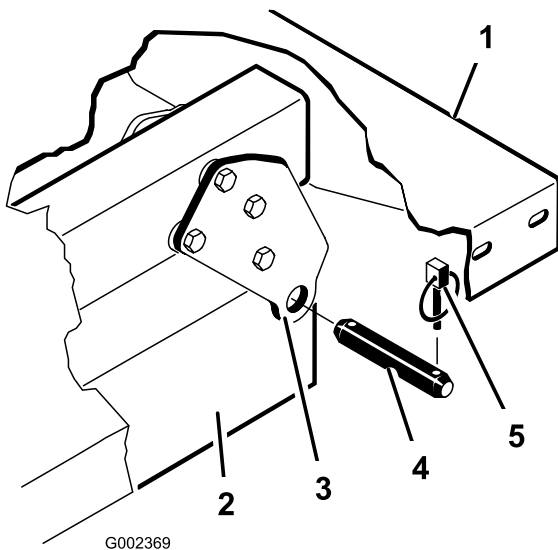

Figura 4
6. Retire os pinos de sujeição e os pinos de forquilha que prendem os apoios da articulação nos canais da estrutura (Figura 4).